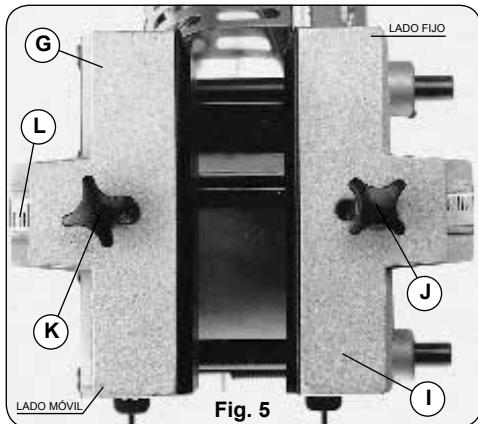

Fig. 5
A) Con sobrante: Si desea disponer de un sobrante de 1,5 mm por este lado, para su posterior perfilado, sitúe el prensor I, (Fig. 5), a tope del coliso (posición más alejada del lado fijo), y bloquéelo en esta posición con el pomo J.
Sitúe el tablero entre los dos prensores. Afloje el pomo K, (Fig. 5), y retire el prensor móvil G. Sitúe el tablero entre los dos prensores, aproxíme el prensor móvil G hasta aprisionar el tablero entre los prensores y fíjelo en esta posición con el pomo K. A continuación, saque el tablero; cierre el prensor móvil G, 2 mm más, tomando como referencia la placa milimetrada L, y bloquée el prensor en esta posición con el pomo K. De este modo queda ajustada la presión de las ballestas, y la máquina lista para encolar a.
El sobrante en este lado será de 1,5 mm o no habrá sobrante, según hayamos regulado el prensor del lado fijo. (ver apdo. prensores.) (Fig. 5).
A) Todo el sobrante quedará en este lado del tablero, si el prensor del lado fijo se ha regulado "AL RAS". (Fig. 5).
B) Quedará todo el sobrante menos 1,5 mm si el prensor del lado fijo se ha regulado "CON SOBRANTE". (Fig. 5).